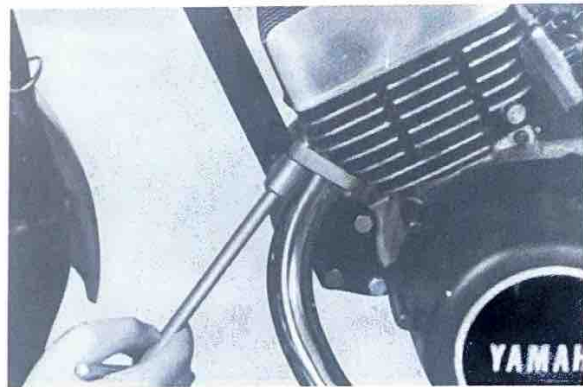

Fig. 54
1. Remove all bolts and nuts (securing the muffler to the frame), then remove the muffler. (Fig. 54)
1. Enlever tous les boulons et écrous de fixation du pot d'échappement, et enlever ce dernier. (Fig. 54)